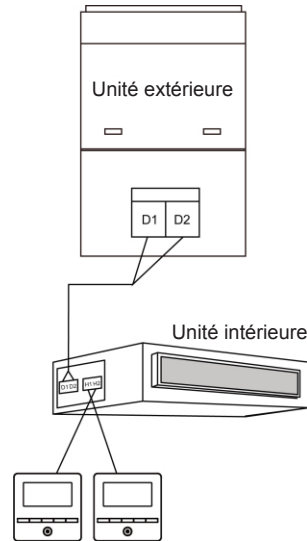

Fig. 3.5 Deux contrôleurs câblés commandent une unité intérieure
- (1) Lorsqu'un contrôleur câblé commande simultanément plusieurs unités intérieures, le contrôleur câblé peut se connecter à l'une quelconque des unités intérieures, pourvu que celle-ci soit de la même série. La quantité totale d'unités intérieures commandées par contrôleur câblé ne peut pas dépasser 16 éléments, et les unités intérieures connectées doivent faire partie du même réseau. Le contrôleur câblé doit définir le nombre d'unités intérieures commandées en groupe. Voir la section 3.2.3 Réglage des paramètres.
- (2) Lorsque deux contrôleurs câblés commandent une unité intérieure, leurs adresses doivent être différentes. Voir la section 3.2.3 Réglage des paramètres.
- (3) Lorsque deux contrôleurs câblés commandent plusieurs unités intérieures, le contrôleur câblé peut se connecter à l'une quelconque des unités intérieures, pourvu que celle-ci soit de la même série. Les adresses de ces contrôleurs câblés doivent être différentes. Voir la section 3.2.3 Réglage des paramètres. La quantité totale d'unités intérieures commandées par contrôleur câblé ne peut pas dépasser 16 éléments, et toutes les unités intérieures connectées doivent faire partie du même réseau. Le contrôleur câblé doit définir le nombre d'unités intérieures commandées en groupe. Voir la section 3.2.3 Réglage des paramètres.
- (4) Lorsqu'un (ou deux) contrôleur(s) câblé(s) commandent plusieurs unités intérieures à la fois, les réglages de ces unités doivent être les mêmes.
- (5) Le câblage du contrôleur câblé et du réseau d'unités intérieures doit être effectué conformément aux quatre méthodes de câblage indiquées sur la figure 3.4-3.7. Pour la méthode de connexion indiquée sur les fig. 3.5 et 3.7, il ne doit y avoir qu'un contrôleur câblé maître (l'adresse est 01) et un contrôleur câblé esclave (l'adresse est 02). Il ne peut pas y avoir plus de deux contrôleurs câblés.